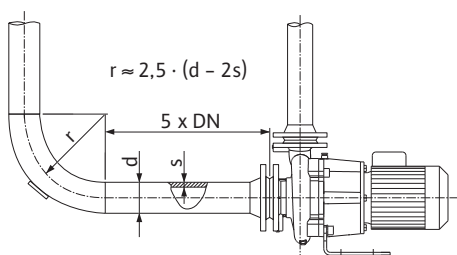
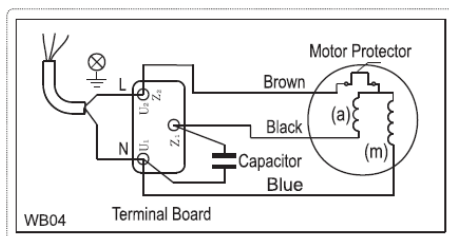

Fig. 4: Izlīdzināšanas posms pirms un pēc sūkņa
Fig. 5: Maiņstrāvas pieslēgums
- Elektrotīkla pieslēgums atkarīgs no motora jaudas  $P_2$ , tīkla sprieguma un ieslēgšanas veida. Nepieciešamos tiltslēgu izvietojumus termināļa kārbā skatiet tabulā tālāk, kā arī Fig. 4, un Fig. 5.